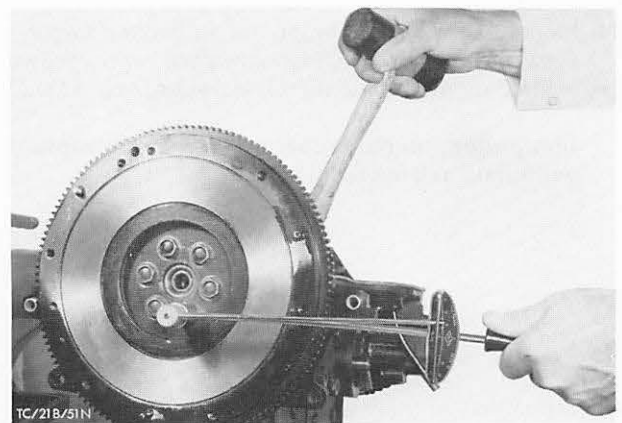

Abb. 108 Schwungscheibe anbauen
39. Schwungscheibe anbauen, Abb. 108, und mit vorgeschriebenem Drehmoment festziehen.